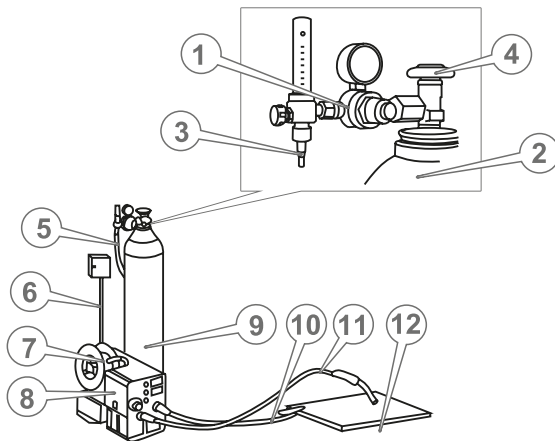

Рисунок 7. Схема під'єднання обладнання для роботи в режимі напівавтоматичного дугового зварювання із використанням середовища захисного газу.
- під'єднати зварювальний газовий редуктор (не входить до комплекту постачання виробу) до балона із захисним газом та надійно затягнути гайку (рис. 7);
- під'єднати газовий рукав до штуцера редуктора балона і надійно закріпити хомутом (поставляється разом з редуктором) (рис. 7);
- під'єднати газовий рукав іншим кінцем до штуцера «Під'єднання газу» (10, рис. 1) зварювального апарата і надійно закріпити хомутом (поставляється разом з редуктором) (рис. 7);
18. Відкрити клапан балона із захисним газом вентилям проти ходу годинникової стрілки (рис. 7). Витрату захисних газів рекомендується встановлювати на газовому редукторі 0,85-1,00 м³/год під тиском 0,138-0,207 МПа.